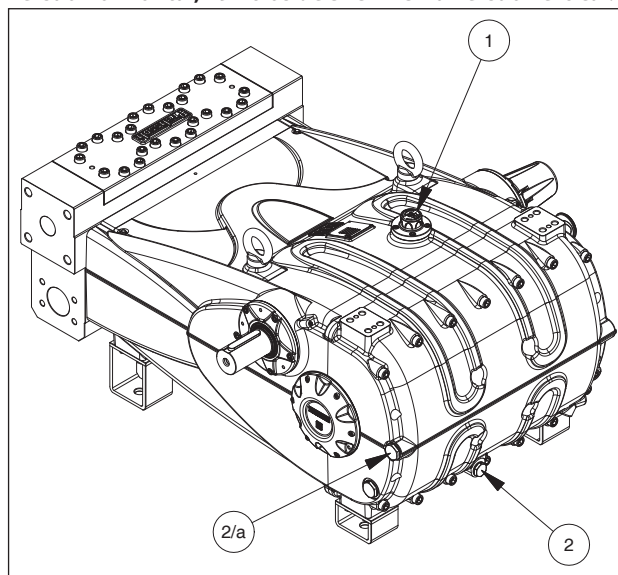

Fig. 4
Verifique o nível do óleo através da haste do nível do óleo= ①, Fig. 4.
Se necessário, complete até a tampa do óleo ① Fig. 4.
O controle correto do nível do óleo é realizado com a bomba em temperatura ambiente, a troca do óleo é feita com a bomba em temperatura de trabalho, removendo o tampão pos. ②, Fig. 4. (Use o tampão pos. 2/a para a versão vertical). O controle do óleo e a troca são efetuados conforme indicado no capítulo 11.